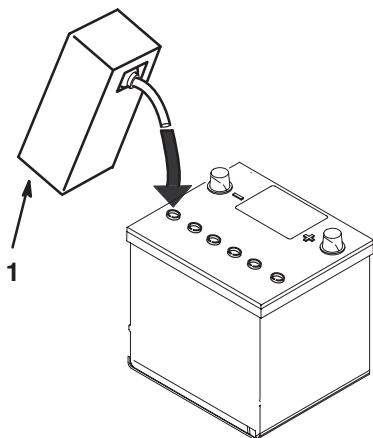

Figure 5
4. Attendez environ 20 à 30 minutes pour que les plaques aient le temps de s'imprégner d'électrolyte. Faites l'appoint au besoin pour amener le niveau de liquide à 6 mm en dessous du creux de remplissage (Fig. 5).